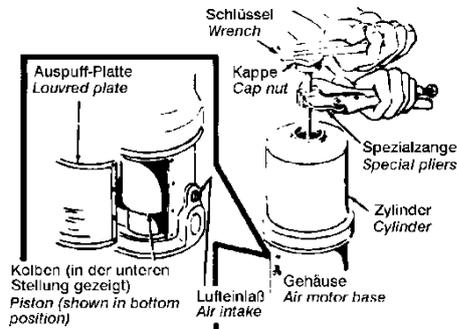

Bild 2
- f) Vor dem Einbau alle Teile mit leichtem, wasserbeständigem Fett einreiben. Die inneren Ventile und die Gummiringe der äusseren Ventile montieren. Zapfen der inneren Ventile abschneiden. (s. Bild 2 und 3).